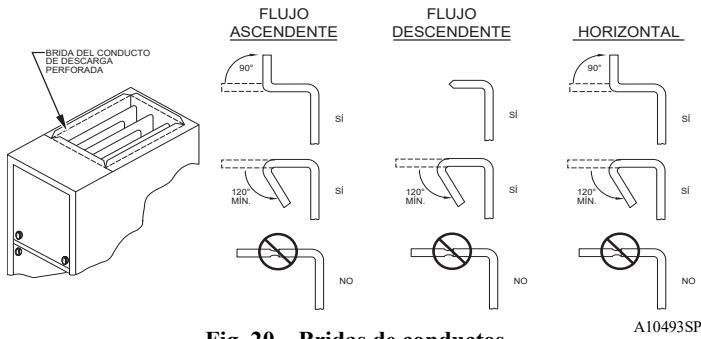

Fig. 20 – Bridas de conductos
Conecte el conducto de aire de suministro a las bridas en la salida del suministro de aire del calefactor. Doble la brida hacia arriba 90° con unas tenazas para tubos anchas. Consulte la Fig. 20. El conducto de suministro de aire debe conectarse SOLO a las bridas del conducto de aire de salida-suministro del calefactor o a la carcasa del serpentín de acondicionamiento de aire (si lo lleva). NO corte el lado de la carcasa principal del calefactor para conectar el conducto de aire de suministro, el humidificador o cualquier otro accesorio. Todos los accesorios del lado de suministro DEBEN conectarse a conductos externos a la carcasa principal del calefactor.
**NOTA:** Se recomienda quitar por completo las bridas de los conductos perforados de suministro de aire cuando se instale el calefactor sobre un serpentín con carcasa o caja de serpentín suministrados de fábrica. Para quitar la brida del conducto de suministro de aire, utilice pinzas anchas para tubo o una engastadora manual para doblar la brida hacia delante y hacia atrás hasta que se rompa. Tenga cuidado con los bordes cortantes. Consulte la Fig. 20.
Acople el conducto de suministro de aire a la salida de suministro de aire del calefactor. Doble la brida hacia adentro más de 90 grados, con unas pinzas para tubo anchas; consulte la Fig. 20. El conducto de aire de suministro debe conectarse SOLO a la salida de suministro o a la carcasa del serpentín de acondicionamiento de aire del calefactor (si lo lleva). Cuando se instale en material combustible, el conducto de suministro de aire debe acoplarse SOLO a una subbase adicional o a una carcasa de serpentín del aire acondicionado aprobados por el fabricante. NO corte la carcasa principal del calefactor para conectar el conducto lateral de suministro de aire, el humidificador o cualquier otro accesorio. Todos los accesorios del lado de suministro DEBEN conectarse mediante tuberías externas a la carcasa del calefactor.